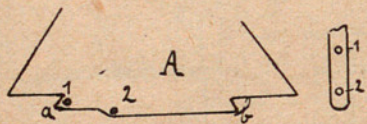

Fig. 445
*Inversion de l'ordre des fils par les platines.* — La machine est munie de trois guide-fils travaillant *alternativement* pour l'exécution du dessin; chaque guide-fil est percé de deux trous (1 et 2 figure 445). Dans ces trous sont passés deux fils de couleur différentes travaillant ensemble.  $A$  est la forme de l'ouverture dans l'anneau de garde; le fond de ce logement présente une petite dépression indiquée sur la figure. Quand un guide-fil de dessin est mis en action, le fil 1 passé dans le trou extérieur du guide-fil passe sur le bord  $ab$  de l'ouverture  $A$  à l'endroit marqué 1, tandis que le fil 2 passé dans le trou intérieur du guide-fil passe dans la dépression en 2. Les aiguilles se déplaçant devant l'ouverture  $A$  de droite à gauche on voit que le fil 1 est alimenté à l'aiguille plus haut et plus vers l'extérieur du cylindre que le fil 2.